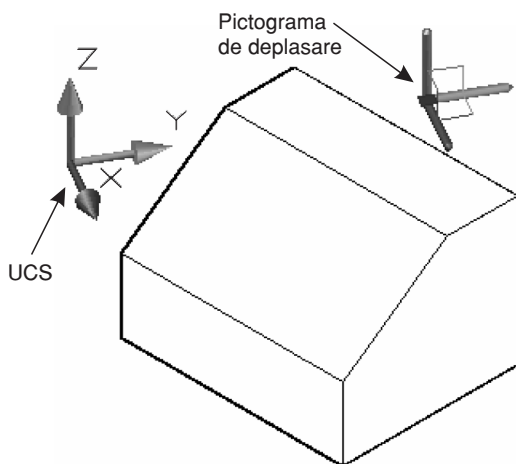

Fig. 8.51 Indicarea primului punct în afara obiectului
Comanda **3DMove** funcționează, în principiu, ca și comanda **Move**, având chiar același prompt, prin care se definește vectorul de deplasare. Noutatea constă în apariția unei pictograme speciale de deplasare – Fig. 8.51 ... 8.54, prin care se poate impune deplasarea pe direcția uneia dintre axe sau într-un plan paralel cu unul din planele definite de axe. Cele trei axe ale pictogramei de deplasare 3D sunt paralele cu axele *UCS*-ului curent.
- dacă se execută clic în afara obiectului selectat, pictograma de deplasare va fi orientată după *UCS*-ul curent – vezi Fig. 8.51;